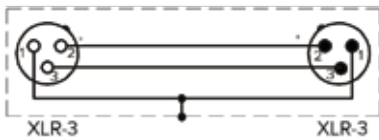

рис. 5
1. Поставьте переключатель (6) в положение соответствующее напряжению используемой сети.
2. Вставьте сетевой шнур в блок сетевого фильтра (4).
3. Соедините входной разъем (2) с микрофоном при помощи кабеля XLR-5 — XLR-6 входящего в комплект.
4. Для соединения выходного разъема блока питания с микшерным пультом – используйте любой микрофонный кабель XLR-3 (рис. 5).
6. Включите сетевой выключатель (5), на панели загорится сигнальный индикатор (1).